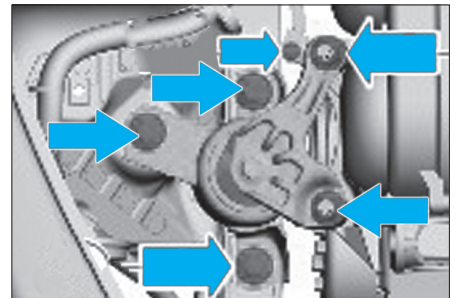

Fig. 45
- le support moteur droit (Fig.45),